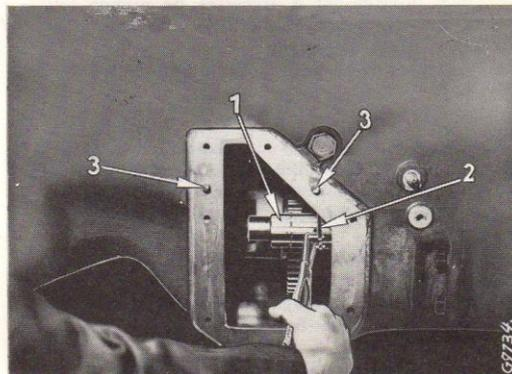

Fig. 180
Enlevez le couvercle latéral avant, en le dégageant de ses tétrons de centrage (3)(Fig. 180), après avoir retiré les vis de fixation.